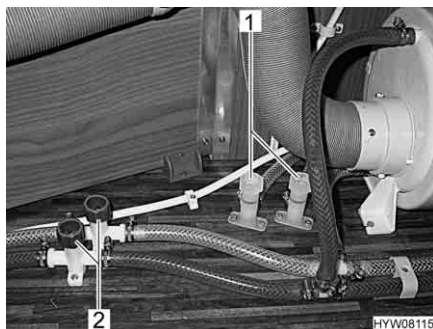
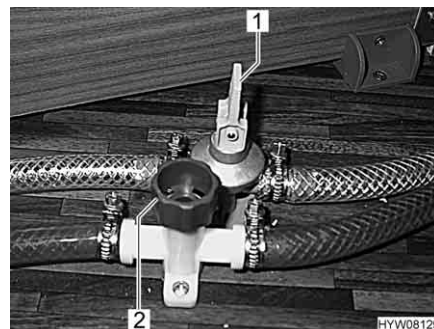

Fig. 154 Rubinetti di scarico scaldacqua
Fig. 155 Rubinetti di scarico del boiler
- Chiudere tutti i rubinetti di scarico. A tal fine ruotare i coperchi (Fig. 154,1 e 2 o Fig. 155,2) in senso orario oppure posizionare la leva a bilanciere (Fig. 155,1) in posizione orizzontale.